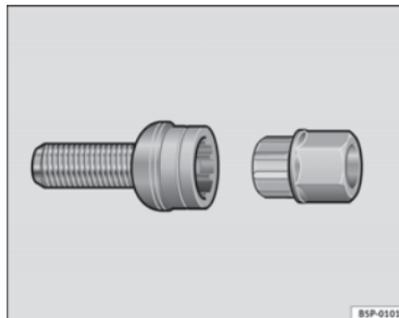

Fig. 159 Parafuso anti-roubo da roda
- Colocar totalmente o adaptador no parafuso anti-roubo da roda ⇒ Fig. 159.